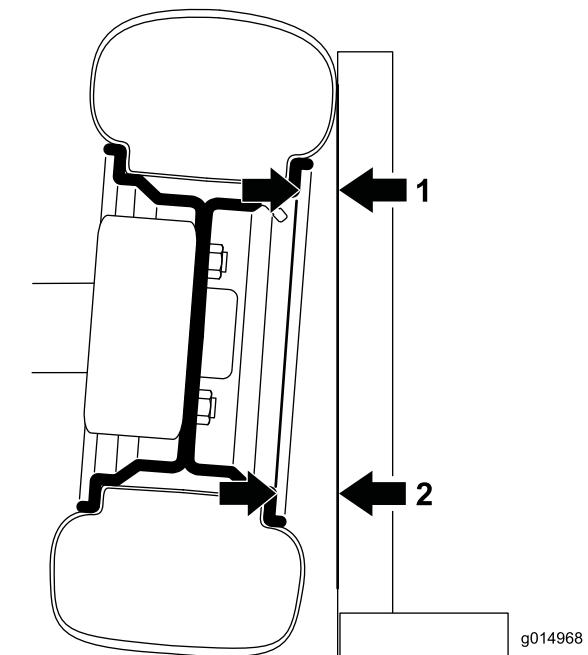

Figura 30
1. Para verificar a inclinação, coloque um quadrado de 90 graus no chão com a parte vertical a tocar na face do pneu (Figura 30).
2. Meça a partir da mesma parte do anel na parte superior e inferior do pneu ao quadrado (Figura 30). A distância da medida da parte inferior deve ser 2,3 mm maior que a medida superior. Complete a medição em ambos os pneus frontais antes de ajustar.